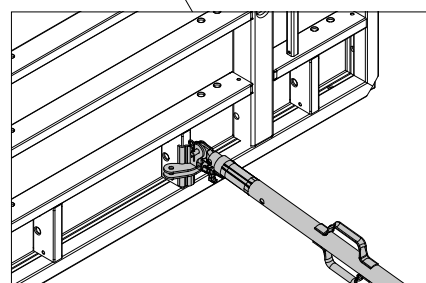

Fig. A3.05
- Fixation d'étais pour l'assemblage des étais de réglage, voir le chapitre A6. (Fig. A3.05)